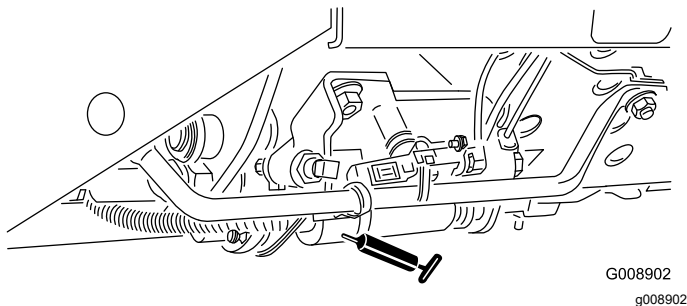

Figure 50
- Sélecteur de tonte/transport (Figure 50)